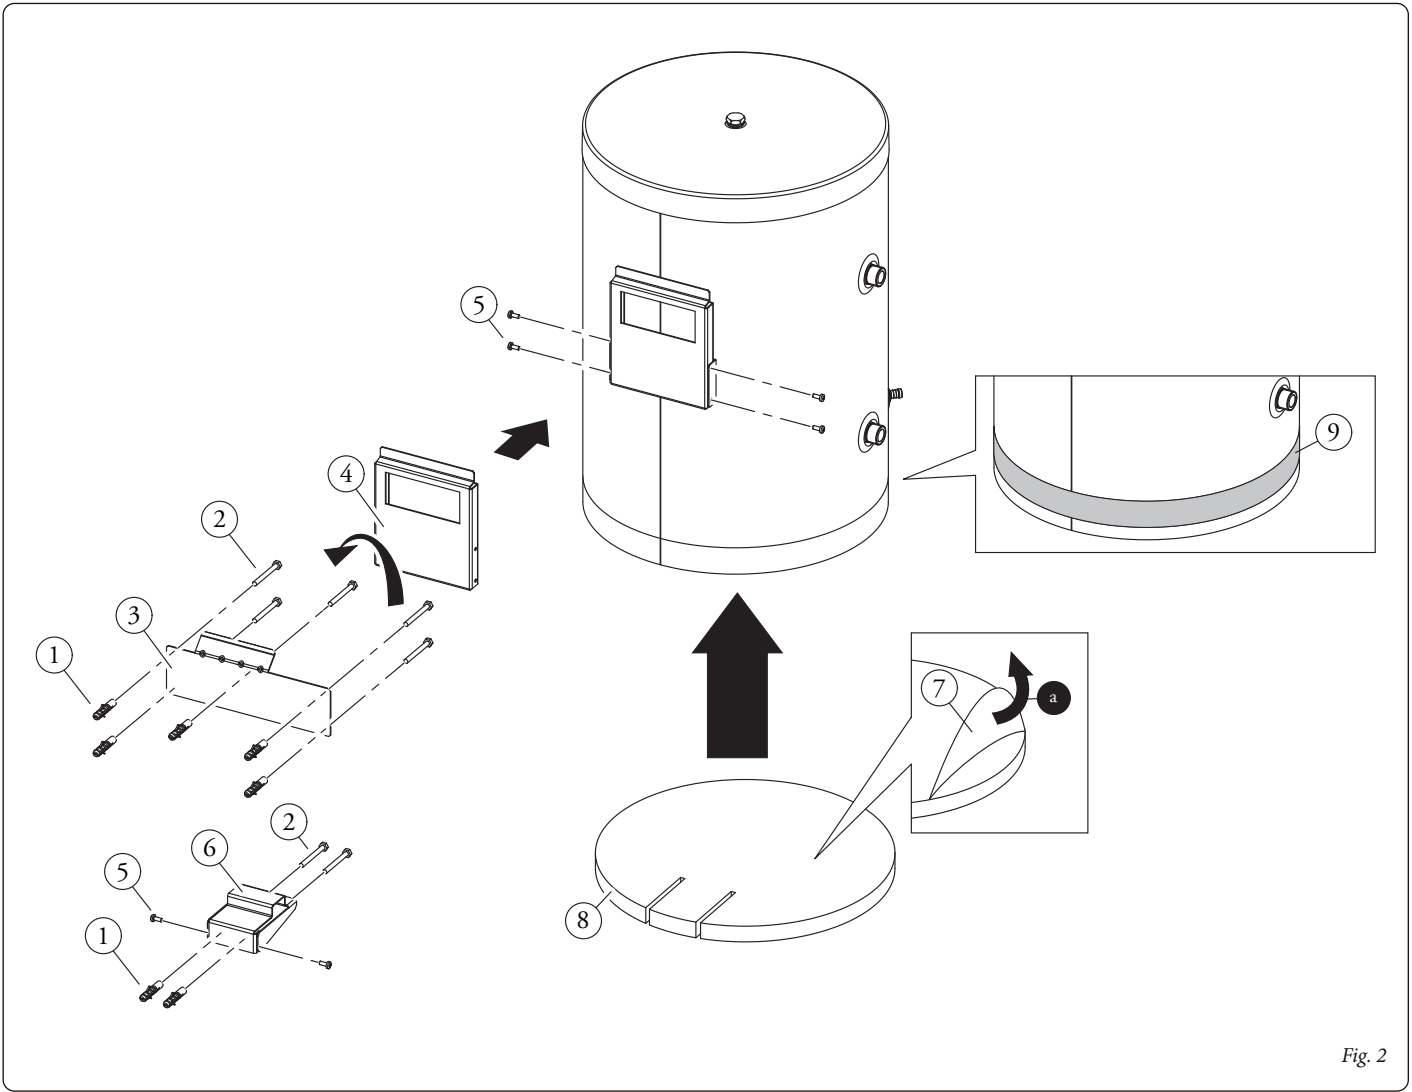

Fig. 2
INSTALLAZIONE (FIG. 2 - 3 - 4):
- Fissare il supporto (3) all'altezza desiderata sul muro inserendo negli appositi fori predisposti le viti (2) e i tasselli (1) presenti all'interno del kit (Fig. 2).
- Fissare il telaio (4) sulla sede predisposta sul boiler mediante le viti (5) presenti nel kit (Fig. 2).
INSTALLATION (FIG. 2 - 3 - 4):
- Fasten the mount (3) at the height desired on the wall inserting the screws in the specific holes prepared for the screws (2) and the dowels (1) inside the kit (Fig. 2).
- Fasten the frame (4) on the prepared seat on the boiler using the screws (5) inside the kit (Fig. 2).